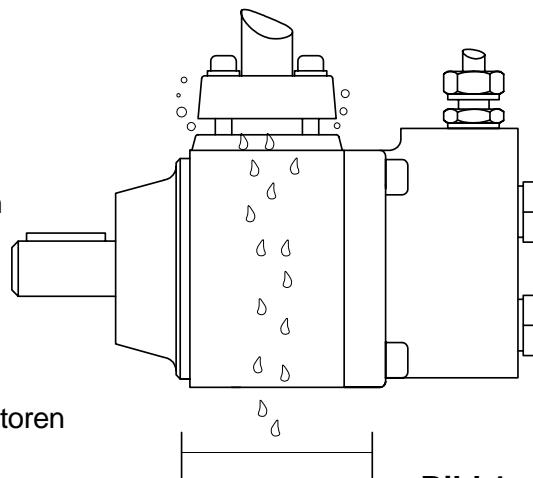

Bild 1
- Wenn möglich, den Sauganschluß auslösen und das Öl von sich selbst in die Pumpe einfließen lassen (Bild 1). Sonst überprüfen, daß die Anschlüsse dicht und fest gelöst sind.